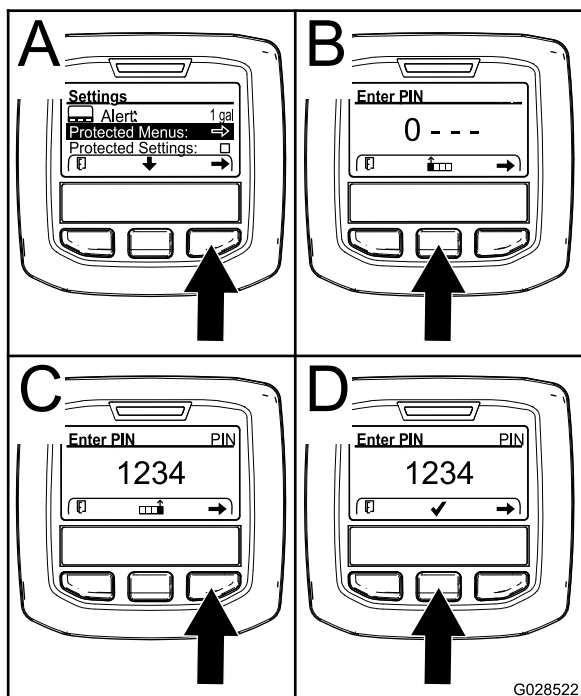

Рисунок 71
3. Нажмите правую кнопку выбора, чтобы выбрать Protected Menus (Защищенные меню) (Рисунок 71А).
- Нажмите среднюю кнопку выбора (Рисунок 71В), чтобы увеличить цифровое значение (от 0 до 9).
- Нажмите правую кнопку выбора (Рисунок 71С), чтобы переместить курсор на позицию следующей цифры вправо.